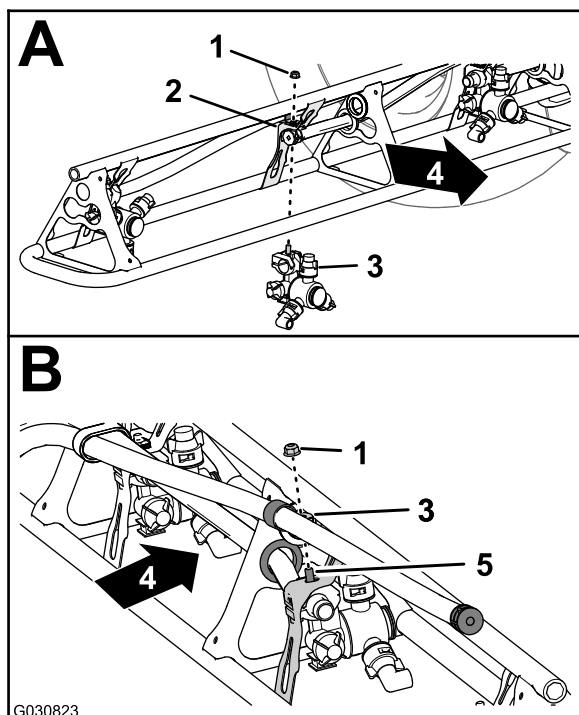

Figure 130
- Fixez les buses 1 et 4 à leur support (A de Figure 130) à l'aide du contre-écrou à embase (5/16") que vous avez retiré à l'opération 2 de Dépose des buses des sections de pulvérisation extérieures (page 54)).
- Fixez les buses 2 et 3 à leur support (A et B de Figure 130) à l'aide du contre-écrou à embase (5/16") que vous avez retiré à l'opération 2 de Dépose des buses des